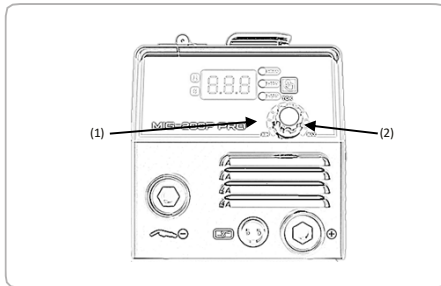

Fig.6
- Se va comuta aparatul pe funcția MMA (fig.6)